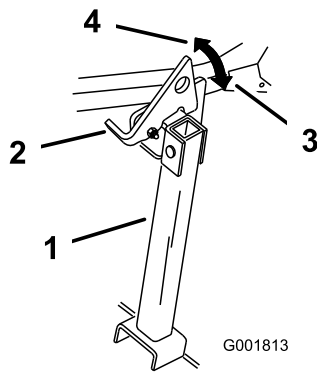

Bild 28
2. Heben Sie den Riegel in die entsicherte Stellung an (Bild 28).